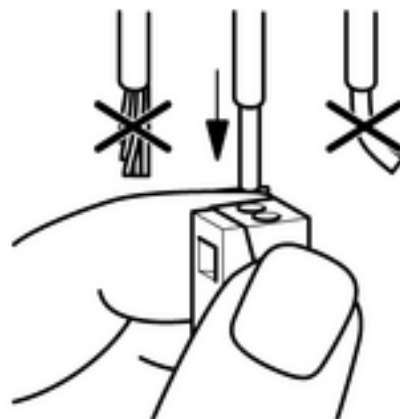

Bild 10: Anschluss des eindrahtigen Leiters
- Eindrahtigen Leiter bis zum Anschlag in eine runde Öffnung auf der Installationsseite hineinstecken (Bild 10).